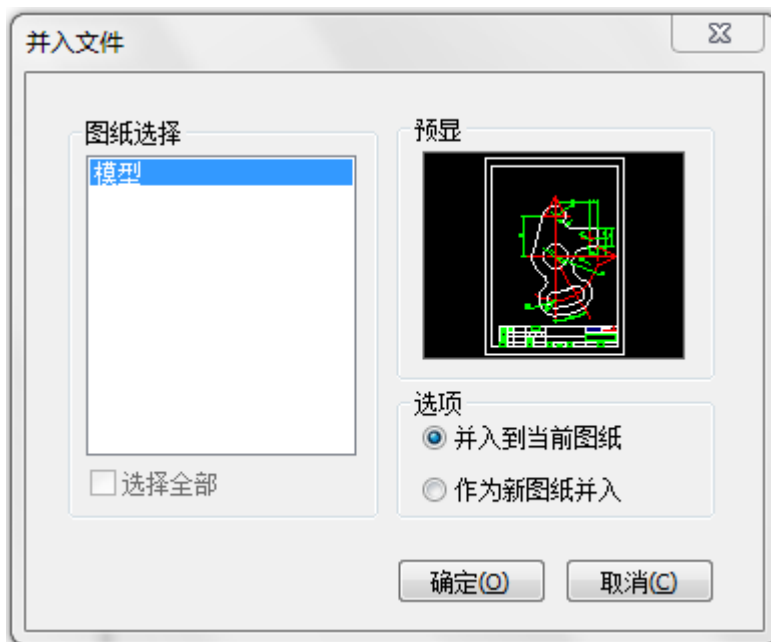

图 1-36 并入文件对话框
- 【并入文件对话框】如图 1-36 所示：
如果选择的文件包含多张图纸，并入文件时图 1-36 的对话框中要在【图纸选择】下方选定一张要并入的图纸，选定图纸时在对话框右侧出现所选图形的预览。